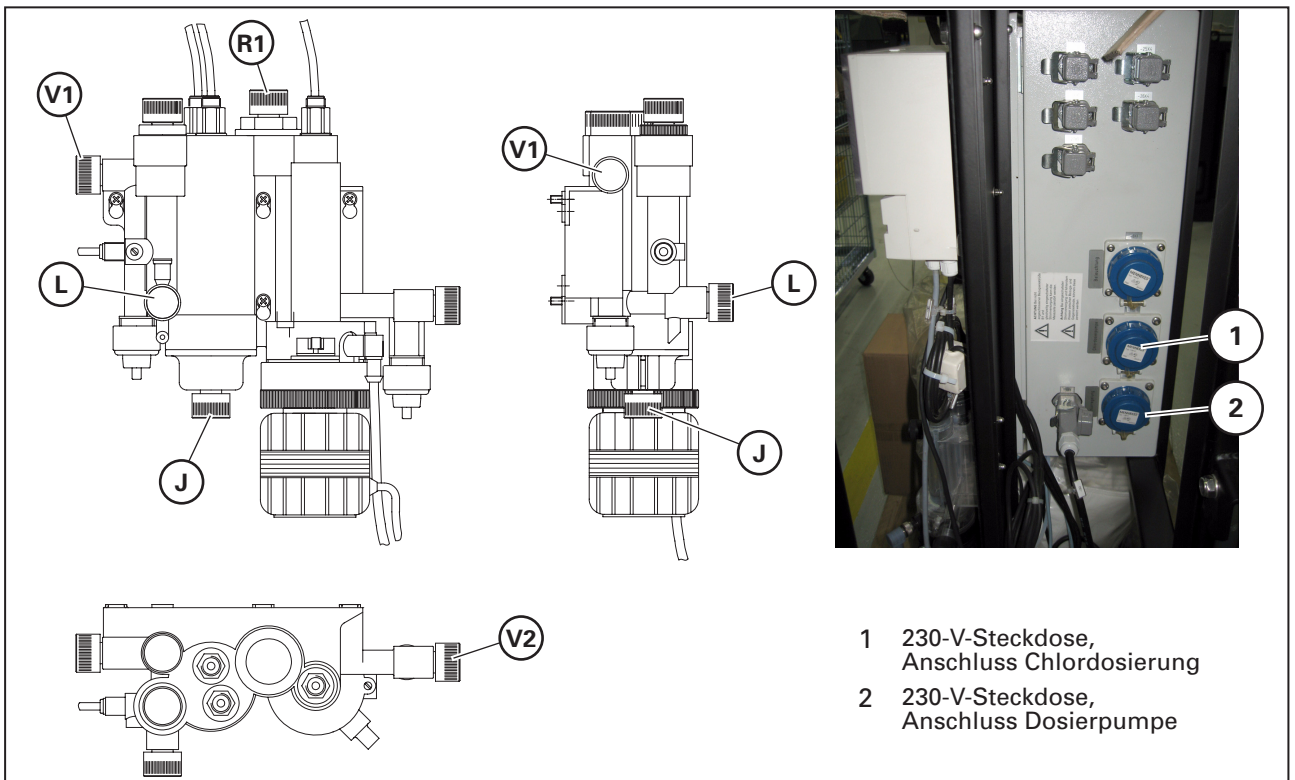

Bild 17
1. Die Entnahmespindel Bild 17 (L) und die Entlüftungsspindel Bild 17 (R1) schließen.
2. Die Entleerungsspindel Bild 17 (J) schließen.
3. Die Absperrspindel des Messwasserablaufs Bild 17 (V2) 2-3 Umdrehungen öffnen.
4. Die Absperrspindel des Messwasserzulaufs Bild 17 (V1) langsam 2-3 Umdrehungen öffnen.